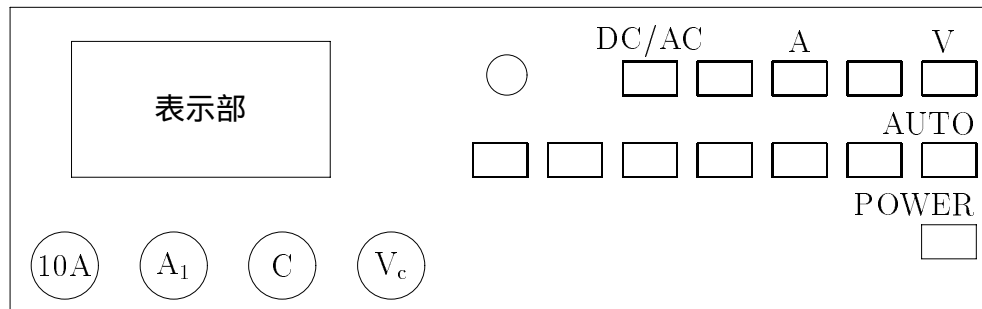

図 A.4: デジタル・マルチメータ
2. 端子は図 A.4 の C と V_c を使用する。極性は図??の表示部の左上に表示される。
2. 端子は図 A.4 の C と V_c を使用する。
4. DC/AC スイッチを押し、交流測定モードにする。この操作により図 A.4 の表示部の左側に AC が表示される。
2. 端子は図 A.4 の C と 10A を使用する。